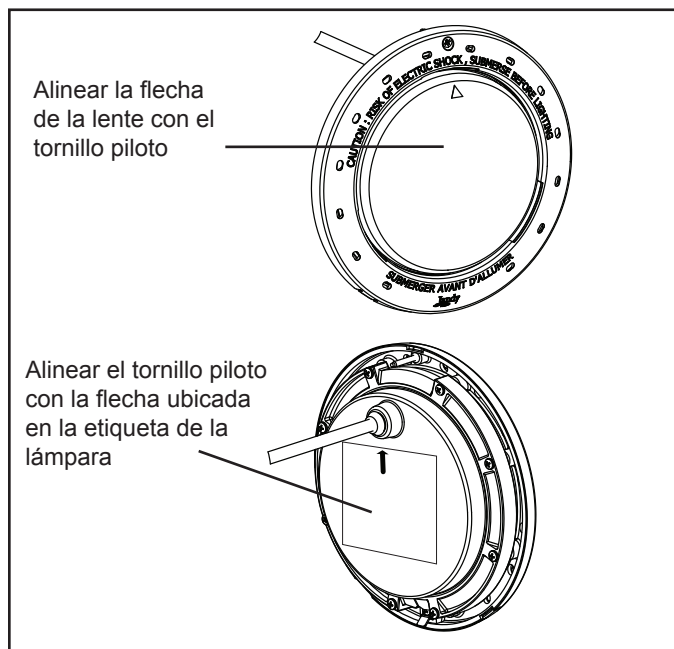

Figura 9. Alineación de lente, aro frontal, carcasa y abrazaderas de luces LED blancas
- Coloque la lente y la junta sobre la lámpara. Coloque el conjunto del aro frontal sobre la lente y alinee el tornillo piloto con la marca de flecha pequeña en la parte frontal de la lente. Tenga en cuenta que la marca de flecha pequeña en la parte frontal de la lente y el tornillo piloto en el aro frontal deben quedar alineados con la flecha de la etiqueta de la lámpara en la que se indica: “La flecha de esta etiqueta debe alinearse con el tornillo piloto en el aro frontal”. Consulte la Figura 9.